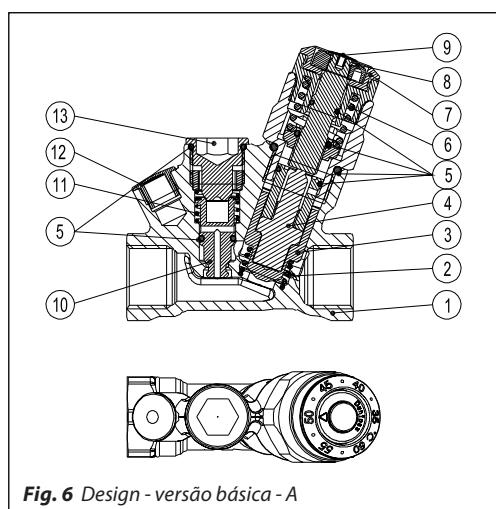
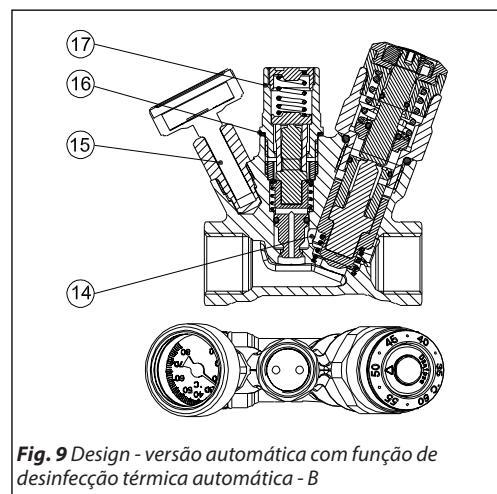
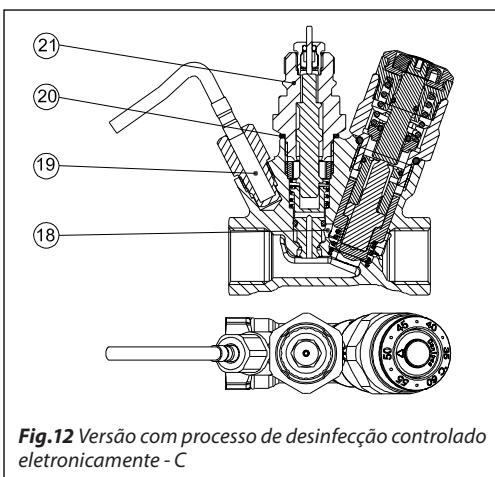

Fig. 6 Design - versão básica - A
Fig. 9 Design - versão automática com função de desinfecção térmica automática - B
Fig.12 Versão com processo de desinfecção controlado eletronicamente - C
A MTCV é uma válvula termostática automática e proporcional. Um termoelemento (fig. 6 elem. 4) é colocado no cone da válvula (fig. 6 elem. 3) para reagir às mudanças de temperatura.
Uma mola de segurança (fig. 6 elem. 6) protege o termoelemento de danos quando a temperatura da água excede o valor do ponto de definição.
Após remover a proteção do plugue de desinfecção (fig. 6 elem. 13) - (isto pode ser feito durante as condições de trabalho, sob pressão) o módulo de desinfecção termostática pode ser montado (fig. 9 elem. 17).
- 1-13 Como descrito na fig. 6
Após remover o plugue de desinfecção (fig. 6 elem. 13) o adaptador pode ser montado (fig. 12 elem. 21) e o termoatuaador TWA pode ser montado.
Um sensor de temperatura PT 1000 deve ser montado no cabeçote do termômetro (fig. 12 elem. 19).